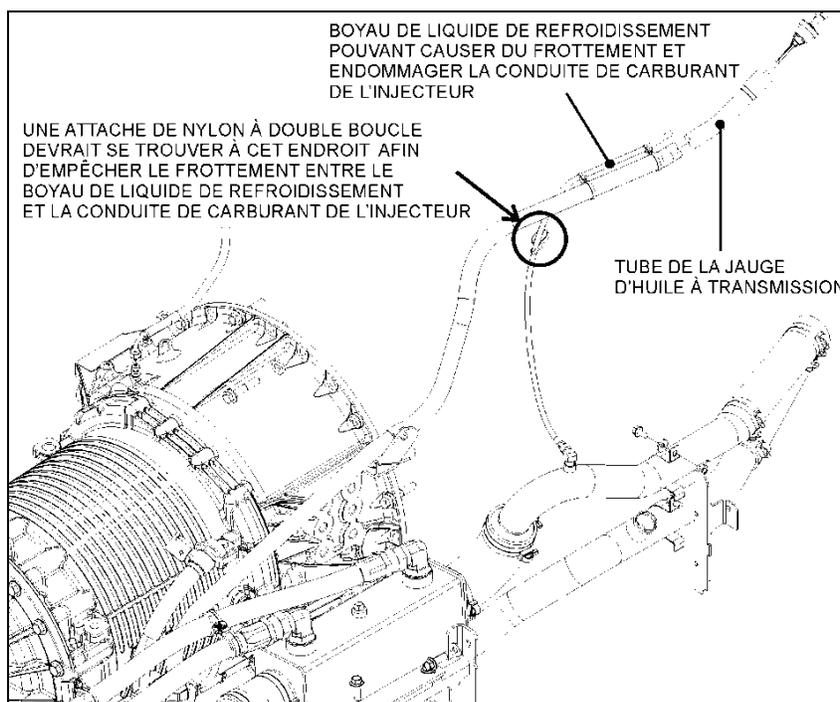

FIGURE 3
5. Valider qu'une attache de nylon à double boucle se trouve sur la section flexible de la conduite de l'injecteur du système de post-traitement des gaz d'échappement (voir la FIGURE 2 pour identifier le type d'attache approprié). Ceci peut facilement être fait par inspection visuelle, à l'aide d'une lampe de poche. Cette attache de nylon devrait y être installée afin de maintenir le boyau de liquide de refroidissement à proximité et la conduite de carburant de l'injecteur (AHI) ensemble tout en les empêchant de frotter l'une contre l'autre (voir FIGURE 3).